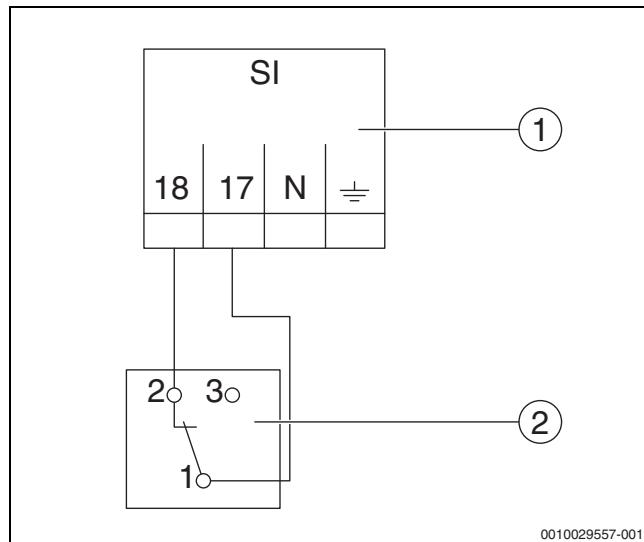

Bild 6 Externe Sicherheitseinrichtung anschließen
- Drähte nach Bild 6 und Anschlussplan anschließen.